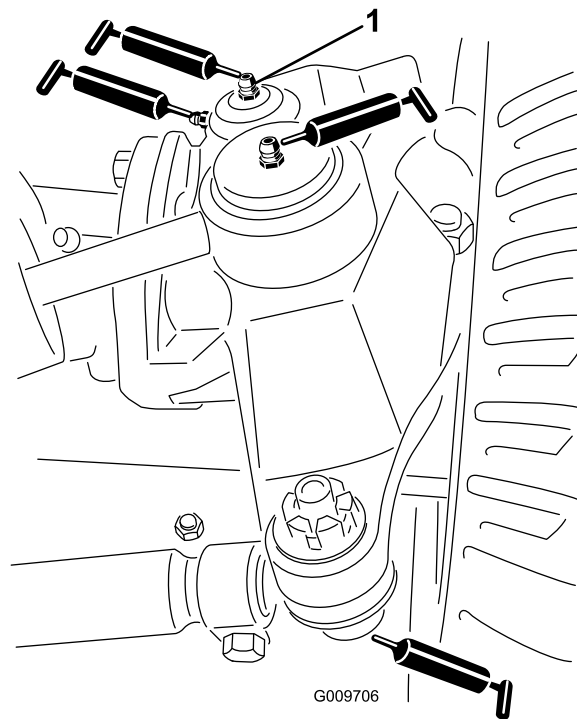

Bild 77
- Lenkzylinder-Kugelgelenke (2), wie in Bild 77 abgebildet
- Spurstangen-Kugelgelenke (2), wie in Bild 77 abgebildet
- Achsschenkelbüchsen (2), wie in Bild 77 abgebildet